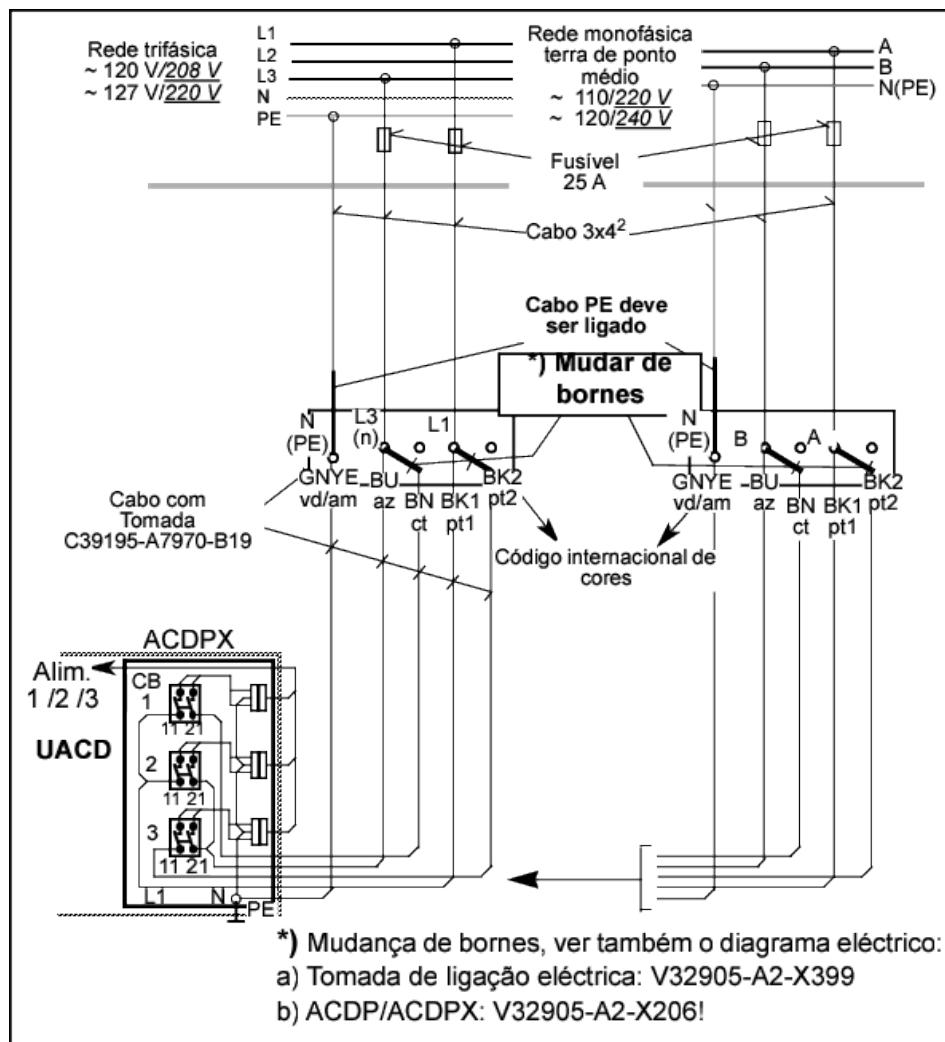

Figura 133: Ligação trifásica/monofásica com terra de ponto médio
- a) No distribuidor, unir o fio azul (BU) com o castanho (BN).
- b) Depois, unir os dois fios pretos (BK).
- c) No bastidor de alimentação da UACD, unir os interruptores de rede 1, 2 e 3 no ACDPX, conforme mostrado na Figura 133: Ligação trifásica/monofásica com terra de ponto médio na página 147.